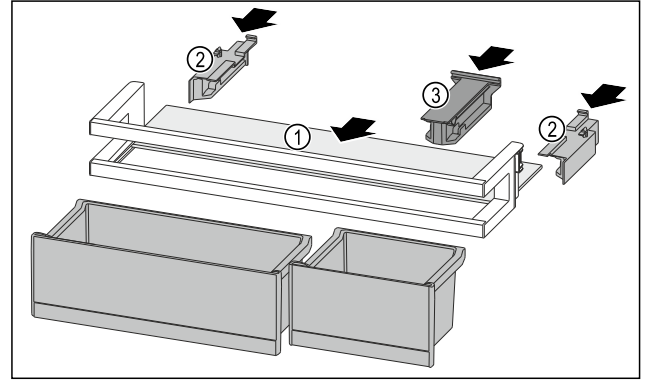

Fig. 242
- ▶ Työnnä säilytyshylly Fig. 242 (1) sivuilla oleviin koloihin.
- ▶ Aseta sivuosat Fig. 242 (2) paikoilleen.
- ▶ Aseta kiinnitysosa Fig. 242 (3) paikalleen.